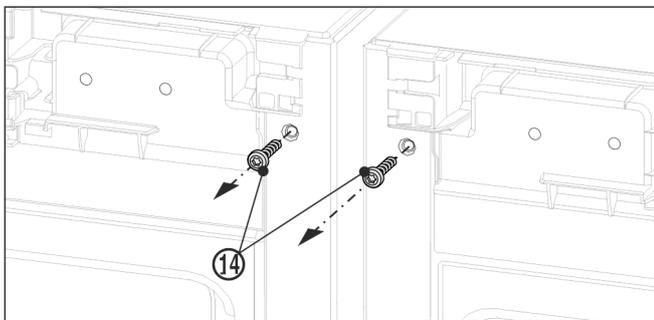

Fig. 12
- ▶ 安装上方角前，先旋出两个地脚螺栓 Fig. 12 (14)。